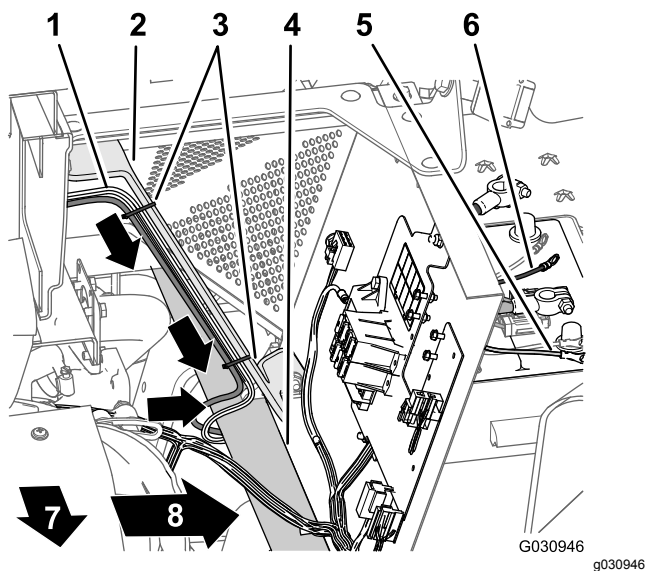

Рисунок 116
кожуха двигателя и под левой трубой рамы (Рисунок 116).
4. Проложите ответвление длиной 108 см жгута проводов с предохранителем на 50 А и с положительной/отрицательной круглыми клеммами к верхней части аккумулятора (Рисунок 116).